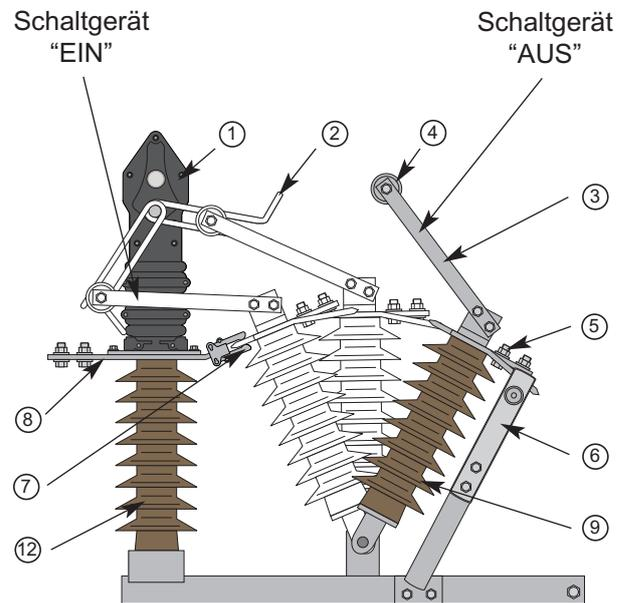

Abb. 1: "EIN" und "AUS" Schaltvorgang
- Die Kontakteller (4) des Kontaktarmes (3) müssen zentrisch in Schaltgabel (2) der Schaltkammer (1) eindringen (Abb. 1, S.5)